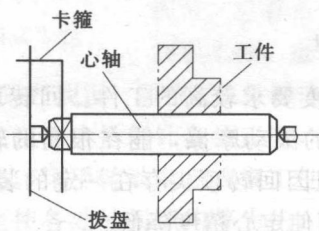

图 1-13 锥度心轴
1) 锥度心轴。如图 1-13 所示，其锥度为 $1:1000 \sim 1:5000$ 。工件套入心轴后，依靠摩擦力来紧固。锥度心轴对中准确，装卸方便，但传递力矩不大，适用于精加工的装夹。